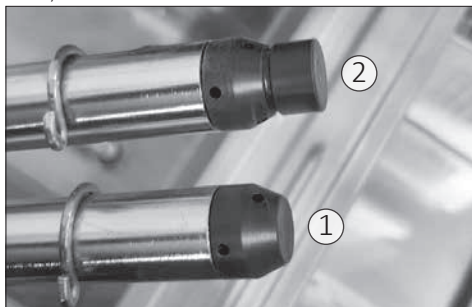

Fig. 11.2
- 4) Însurubați capacul de plastic al cutiei de sare (5 Fig. 11.2).
Sarea trebuie să fie introdusă prin ieșirea camerei din interiorul rezervorului (5 Fig. 11.2). Pentru a introduce sarea, deșurubați capacul (în sens invers acelor de ceasornic) și umpleți rezervorul cu pâlnia de sare, având grijă să nu turnați sarea în afara bolului, apoi închideți rezervorul cu capacul.
Identificare rotație braț de pulverizare (Fig. 11.2):